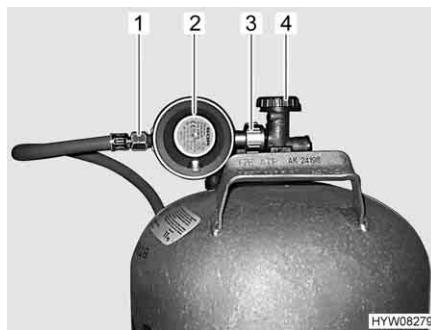

Fig. 123 Raccordo bombola del gas
- Chiudere la valvola principale di arresto (Fig. 123,4) della bombola del gas. Osservare la direzione della freccia.
- Tenere fermo il regolatore di pressione del gas (Fig. 123,2) e aprire il dado zigrinato (Fig. 123,3) (nella filettatura sinistra).
- Rimuovere il regolatore di pressione del gas con il tubo del gas (Fig. 123,1).
- Collocare il regolatore di pressione del gas (Fig. 123,2) con il tubo del gas (Fig. 123,1) sulla bombola del gas e serrare il dado zigrinato (Fig. 123,3) (generalmente filettatura sinistra). **Non tirare con molta forza.**